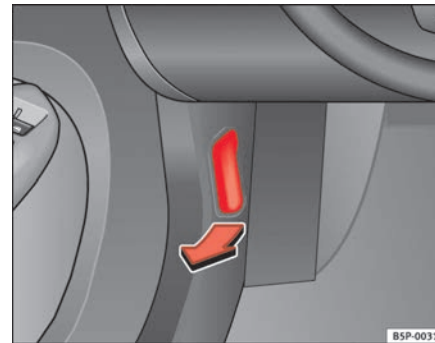

Abb. 162 Ausschnitt aus dem Fußraum auf der Fahrerseite: Entriegelungshebel für die Motorraumklappe
- Ziehen Sie den Hebel unter der Instrumententafel ⇒ Seite 222, Abb. 162 in Pfeilrichtung. Die Motorraumklappe wird durch Federwirkung entriegelt ⇒ .